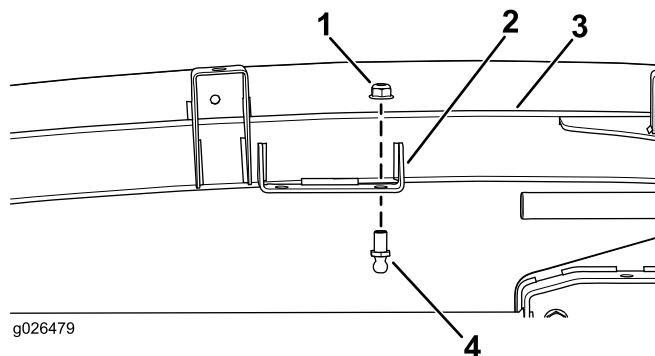

Figure 1
1. Insérez la tige de rotule dans le trou arrière du support sur le cadre de la cabine et placez le contre-écrou (5/16 po) sur la tige de rotule (Figure 1).